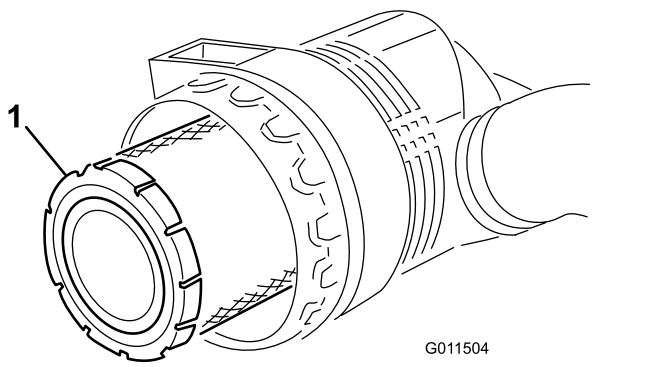

Bild 88
5. Entfernen und wechseln Sie den Hauptfilter aus (Bild 88).